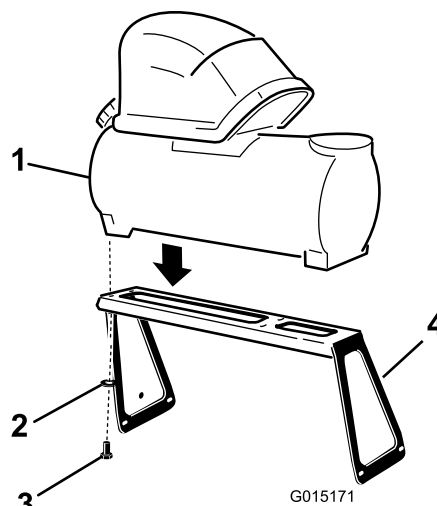

Figura 2
1. Collocate il gruppo serbatoio della schiuma sulla staffa di montaggio come illustrato (Figura 2).